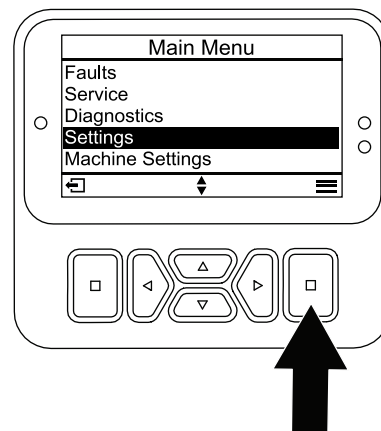

Figura 25
1. En el menú PRINCIPAL, vaya al menú AJUSTES y pulse el botón Seleccionar (Figura 25).